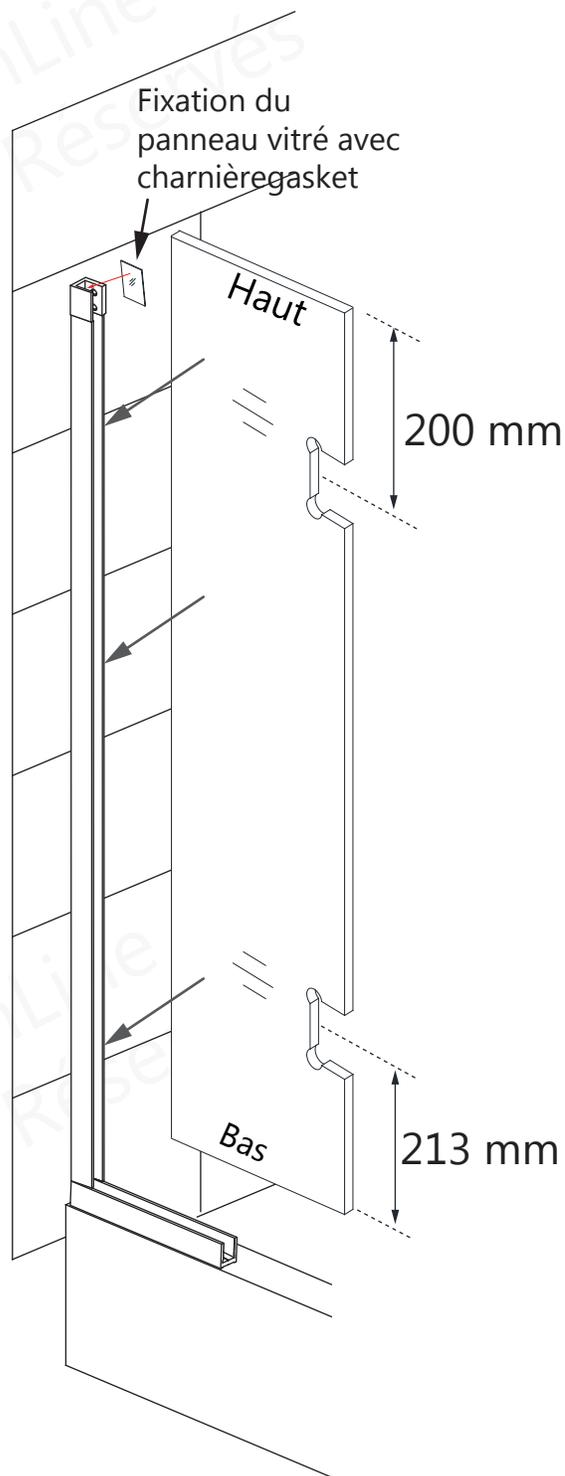

Fig 8
8. Posez le panneau vitré avec charnière dans le profilé en U. (Remarquez le haut et le bas du panneau vitré avec charnière.) Posez le joint statique de la fixation du panneau vitré avec charnière. (**Fig 8**)